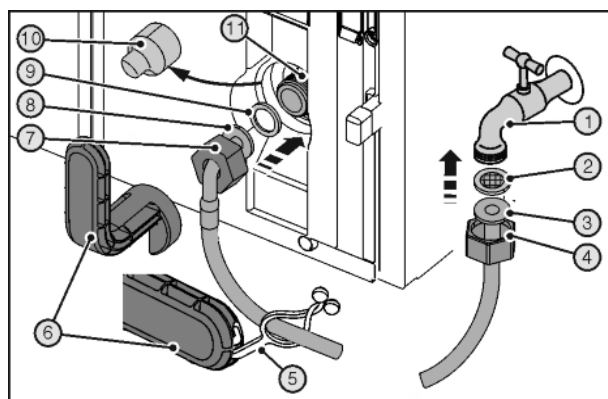

Fig. 41
Schnittwunden durch zerbrochenes Hilfswerkzeug Fig. 41 (6).
- Hilfswerkzeug Fig. 41 (6) ausschließlich bei Raumtemperatur verwenden.
- Mutter Fig. 41 (4) über das gerade Schlauchende Fig. 41 (3) bis zum Ende schieben und festhalten.
- Auffangsieb Fig. 41 (2) in Mutter Fig. 41 (4) einsetzen.
- ▷ Auffangsieb Fig. 41 (2) liegt flach am gerade Schlauchende Fig. 41 (3) an und wird leicht gehalten.
- Mutter Fig. 41 (4) mit am geraden Schlauchende Fig. 41 (3) anliegendem Auffangsieb Fig. 41 (2) am Absperrhahn Fig. 41 (1) anschließen.
- Durch vorübergehendes Öffnen des Absperrhahns Fig. 41 (1) der Wasserversorgung die Wasserleitung entlüften und mit Wasser befüllen. Schlauch dazu in Eimer halten.
- Abdeckung Fig. 41 (10) abziehen.
- Mutter Fig. 41 (7) über das abgewinkelte Schlauchende Fig. 41 (8) bis zum Ende schieben und festhalten.
- Dichtung Fig. 41 (9) befeuchten und in der Mutter Fig. 41 (7) am abgewinkelten Schlauchende Fig. 41 (8) andrücken.
- ▷ Dichtung Fig. 41 (9) liegt flach am abgewinkelten Schlauchende Fig. 41 (8) an und wird leicht gehalten.
- Mutter Fig. 41 (7) mit am abgewinkelten Schlauchende Fig. 41 (8) anliegender Dichtung Fig. 41 (9) am Magnetventil Fig. 41 (11) anschließen.
- Anschlüsse mit Hilfswerkzeug Fig. 41 (6) im Uhrzeigersinn festziehen bis der maximale Drehmoment erreicht ist und das Hilfswerkzeug Fig. 41 (6) überdreht.
- Den Absperrhahn Fig. 41 (1) der Wasserzuführung öffnen und das gesamte Wassersystem auf Dichtigkeit prüfen.
- Lasche Fig. 41 (5) in Hilfswerkzeug Fig. 41 (6) einhaken und zur Aufbewahrung am Edelstahlschlauch befestigen.